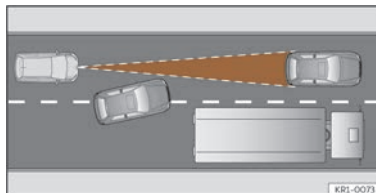

Fig. 122 Changement de voie d'un véhicule.
- Véhicules changeant de voie pour aller sur la vôtre, à courte distance de votre véhicule >>> **fig. 122.**